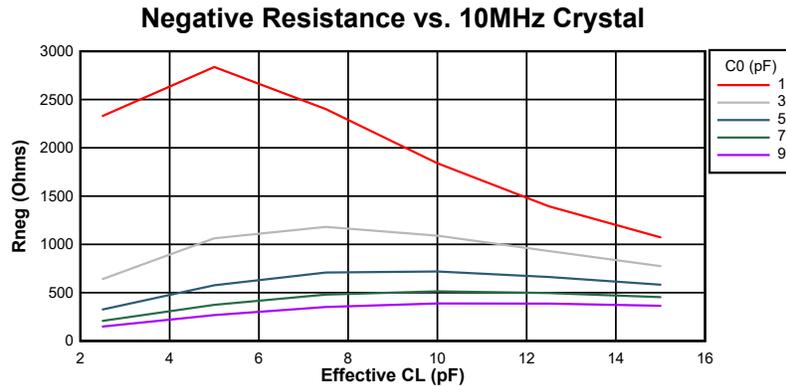
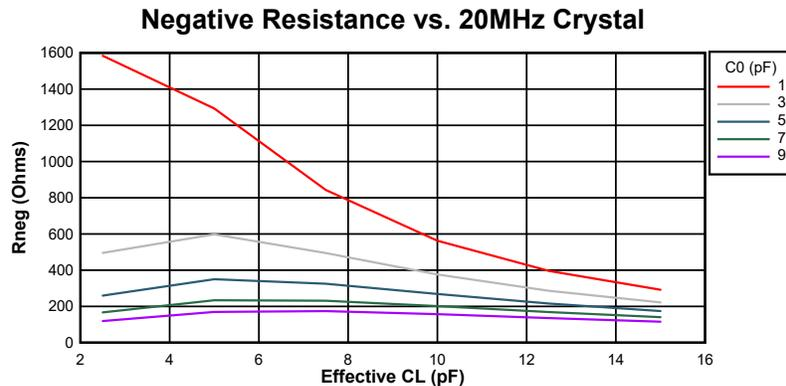

図 6-22. 10MHz 時の負性抵抗変動
図 6-23. 20MHz 時の負性抵抗変動
図 6-22 および 図 6-23 に、このデバイスの負性抵抗と水晶振動子の間の関係の変動を示します。グラフからわかるように、水晶振動子の並列容量 (C0) と実効負荷容量 (CL) は電気発振回路の負性抵抗に大きな影響を及ぼします。これらは代表的なグラフであるため、設計上考慮すべき最小値および最大値については、表 6-8 を参照してください。